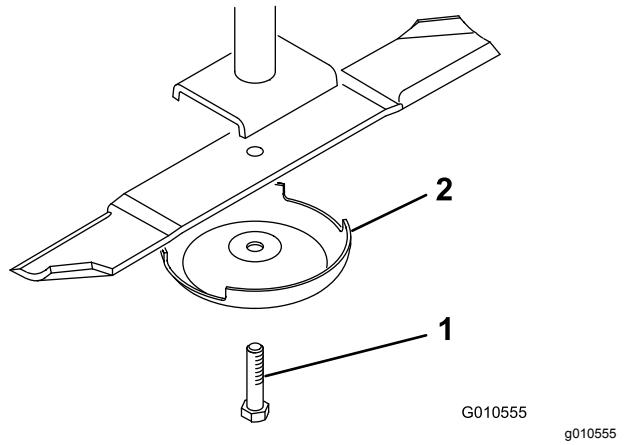

図 31
- ぼろきれや厚いパッドの入った手袋を使ってブレードの端部をしっかりと握る。スピンドルのシャフトからブレードボルト、芝削り防止カップ、ブレードを取り外す 図 31。